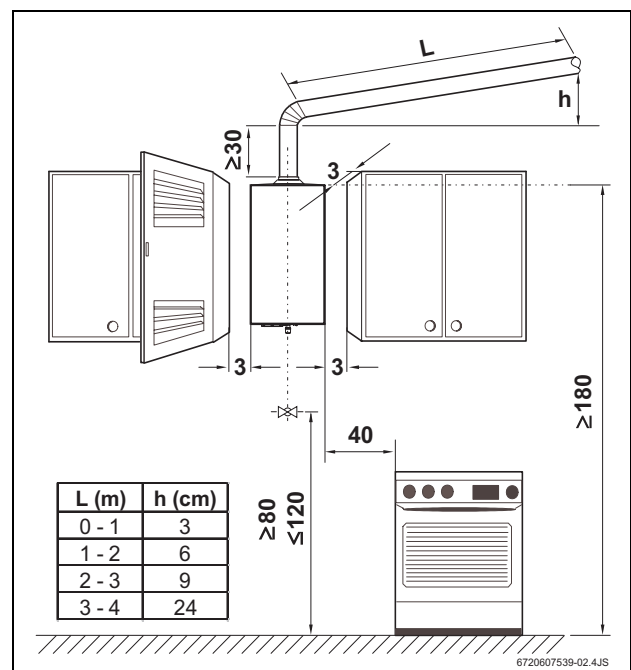

Fig. 3 Distanze minime
dei gas combustibili. Misure d'installazione, vedi Fig. 3.
- Rispettare le distanze minime d'installazione (vedere Fig. 3).